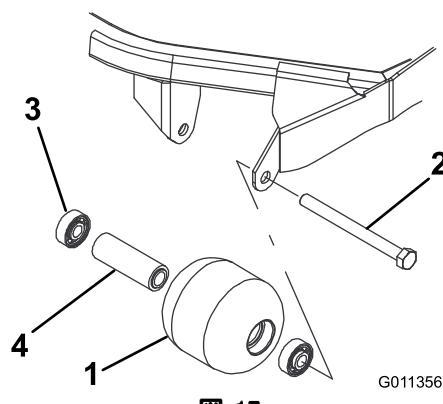

図 17
- ローラ取り付けボルトを外す（図 17）。
- ローラ・ハウジング、ベアリング、ベアリング・スペーサに破損がないか点検する（図 17）。破損している部品を交換し、組み立てを行う。
- 第一のベアリングをローラ・ハウジングに押し込む（図 17）。アウター・レースのみを押すか、インナー・レースとアウター・レースを均等に押すかする。
- スペーサを入れる（図 17）。
- 第二のベアリングをローラ・ハウジングに入れる（図 17）；このときは、インナー・レースがスペーサに接触するまで、インナー・レースとアウター・レースを均等に押す。